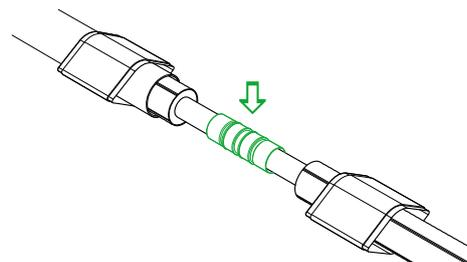

Рис. 4.8.2
2. Произвести работы по монтажу соединительного элемента (рис. 4.8.2).